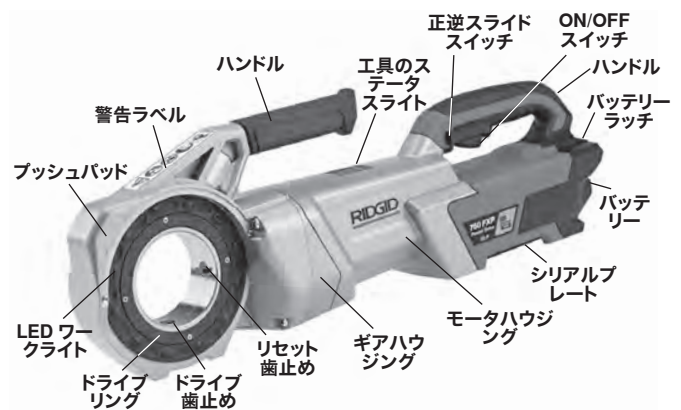

図 1 – 760 FXP パワードライブ
- スイッチは適切に動作しているか。(図1)。
- 警告ラベルがついていて、指示が判読可能か。(図1)。